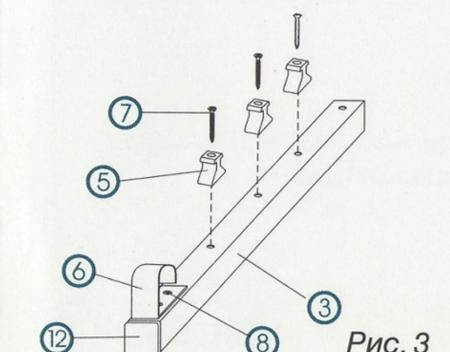

Рис. 3
в) При помощи винтов (7) прикрутить три верхние защёлки (5) (Рис. 3).
г) Действия до пунктов а), б), в) повторить для остальных четырёх дуг. Вы должны смонтировать 5 дуг способом, показанным на (Рис.3).